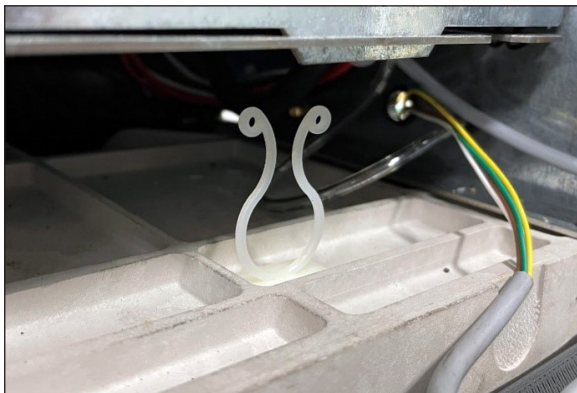

Рис. 1. Светло-серый жгут проводов для подключения к модему.
1. Найти светло-серый жгут проводов для подключения модема – с правой стороны на устройстве шириной 22 дюйма или с левой стороны на устройстве шириной 30 дюймов. Отстегнуть стяжку и пропустить разъемы через втулку, расположенную рядом на задней панели. См. рис. 1.